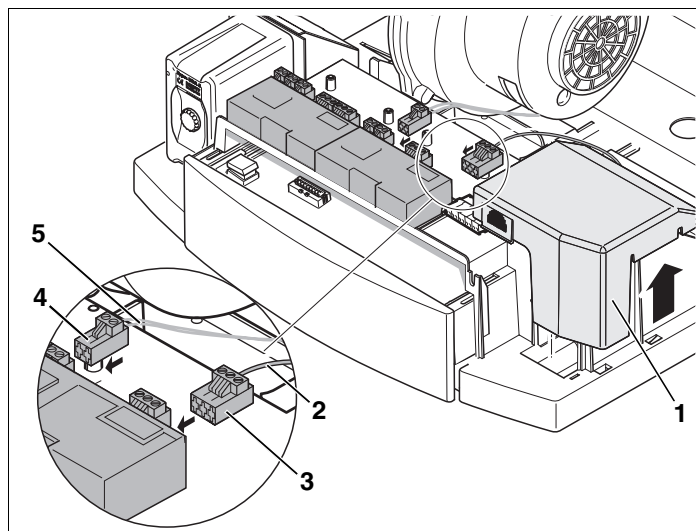

Abb. 3 Elektrischen Anschluss herstellen
- Deckel des Anschlusskastens (Abb. 3, **Pos. 1**) abnehmen.
- Netzanschlussleitung (Abb. 3, **Pos. 2**) und Busleitung (Abb. 3, **Pos. 5**) aus dem Kabelbaum des Heizkessels in die Klemmen (Abb. 3, **Pos. 3** bzw. **4**) des Funktionsmodules richtig einstecken.
- Weitere Komponenten mit den Klemmen (Abb. 3, **Pos. 3** bzw. **4**) des Funktionsmodules nach Anschlussplan richtig verdrahten.